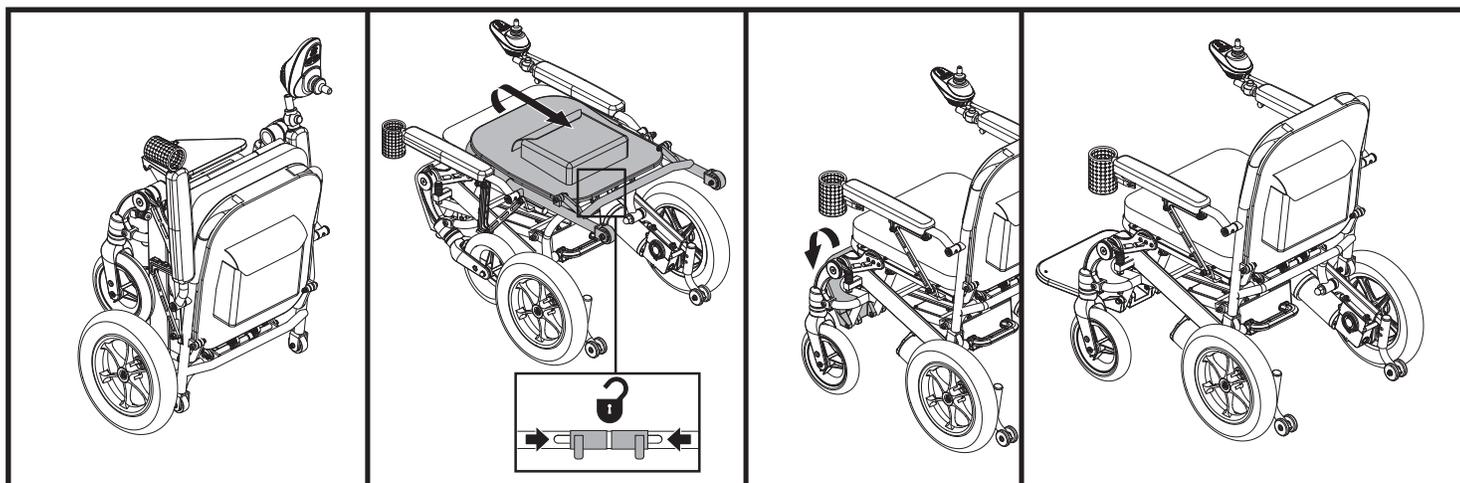

Figure 8. Déplier le fauteuil iGo+®
2. Placez une main sur le dessus du dossier du siège et poussez vers le bas tout en pressant ensemble les goupilles du mécanisme de verrouillage. **Voir la figure 8.**